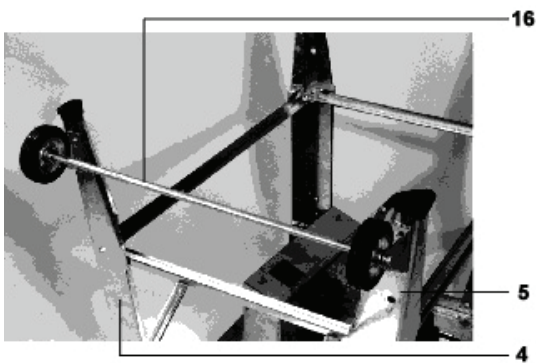

Afb. 7
- De onderdelen 8 en 9 moeten met het onderdeel 11 verbonden zijn (zie afb. 7). Hiervoor zijn vier M6x16 zeskantschroeven, vier M6 onderlegschijven en vier M6 moeren benodigd. De schroeven mogen niet te vast aangedraaid worden.